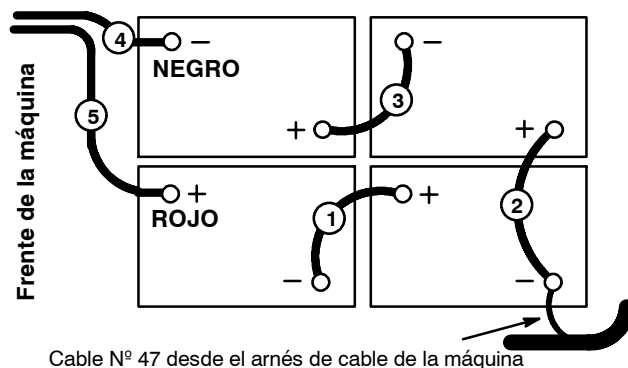

FIG. 2
5. Conecte los cables a los bornes de la batería en orden numérico según rotulado (Figure 2), ROJO A POSITIVO y NEGRO A NEGATIVO Use las cubiertas de borne de batería y las cubiertas de goma provistas.